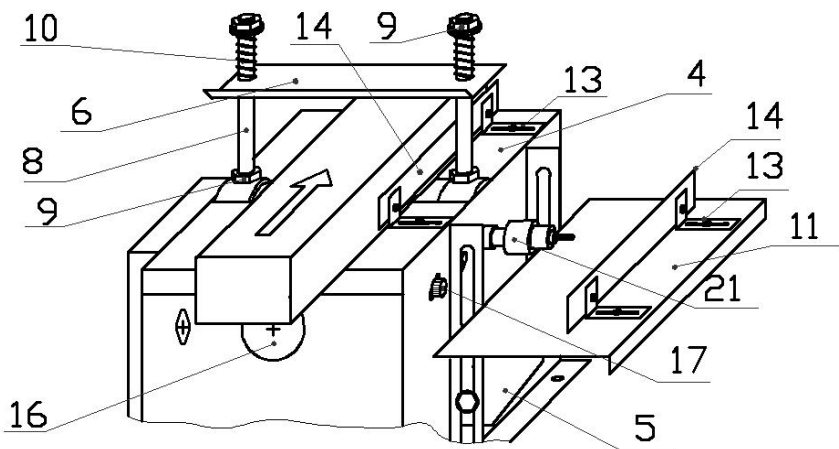
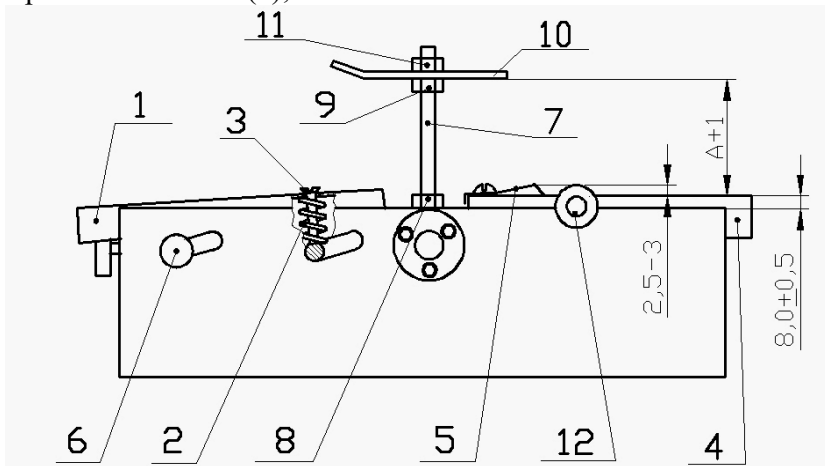
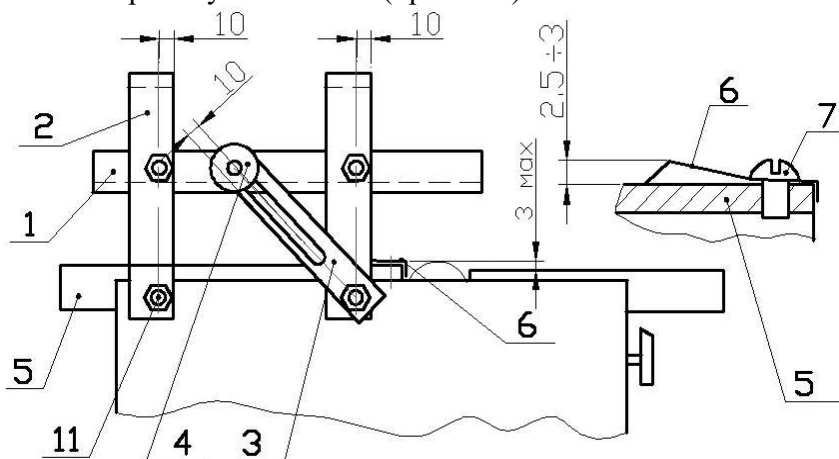

Рис. 6
Рис. 3
Рис. 4
4.3. Рейсмусное и концевое фрезерование, сверление. (Рис.6)
- Навернуть на конец вала сверлильный патрон (21);
- Установить на боковые уголки под валом кронштейны пыльного стола (5), пыльный стол (11), регулировочные уголки (13) и линейку (14). Отрегулировать необходимый размер обработки;
- Подавать материал при концевом фрезеровании и сверлении на конец сверла, при рейсмусном фрезеровании – между столом и фрезой вдоль направляющей линейки (14) не перегружая инструмент во избежание изгиба вала. **Внимание:** Вылет тела фрезы из патрона не должен превышать 30мм! Глубина резания – не более 15мм.
4.4. Пиление продольное, поперечное, под углом. (Рис.3, 7, 8, 9)
- Закрутить вниз винты (3) и подать штурвалом передний стол (1) в крайне верхнее положение, установив его выше заднего стола (4) на 2-3 мм (Рис.3);
В случае острой необходимости проведения обычного строгания на моделях Р и Р2 необходимо (см. Рис.3):
- Для моделей Р - снять пружинную пластину (5);
- Для моделей Р2 - снять подающий вал (12) с заднего стола (4) (если он установлен), для чего:
- разкрепить 4 болта крепления заднего стола к стенкам корпуса и снять задний стол (4);
- вынуть из стенок корпуса подающий вал (12) вместе с опорами;
- установить передний стол (1) штурвалом в крайне нижнее положение и зажать регулировочные винты (3);
- установить задний стол (4) на место параллельно стенкам корпуса в соответствии с размерами на Рис.3. При этом передний стол (1) должен иметь небольшой подъем ($1 \div 1,5$ мм) по отношению к заднему столу;
- Установить на задний стол (поз.4 на Рис.6) регулировочные уголки (13) и направляющую линейку (14) (при строгании под углом – дополнительно установить угловую линейку);
- Ввернуть шпильки (8) в опоры вала, и, не доводя до подшипников, законтрить их гайками (9), навернуть на шпильки гайки, одеть прижим (6), шайбы, пружины (10). Отрегулировать прижим (6) на требуемую высоту (на 5-10 мм меньше толщины материала) и поджать пружины гайками (9);
- Регулировку глубины строгания производить вращением штурвала (16), после чего фиксировать положение стола контрольным винтом (17) с правой стороны станка.
- Производить обработку, подавая материал вдоль направляющей линейки (14) «по волокну» материала, исключая подрыв материала;
При дальнейшем рейсмусовании – установить на место подающий вал или пружинную пластину и отрегулировать стол по Рис.3.
Операции, выполняемые на станке, показаны на Рис.3÷12. Стрелками указано направление движения режущего инструмента и подача.
4.1. Рейсмусование. (Рис. 3). (для всех модификаций Р)
- Проверить выставление ножей на 1,0 мм выше кромки заднего стола (4) и проворачиваемость строгального вала;
- Зажать (закрутить вниз) регулировочные винты (3);
- Установить передний стол (1) на 2 мм ниже заднего стола (4) штурвалом подачи переднего стола, после чего фиксировать положение стола контрольным винтом (6) с правой стороны станка;
- Отпустить винты (3) на 5 мм вверх и проверить подвижность переднего стола вверх и вниз под действием пружин (2) нажатием руки; в случае необходимости подрегулировать размер винтами (3);
- Ввернуть в опоры вала шпильки (7) и, не доводя до подшипников, законтрить их гайками (8);
- Навернуть на шпильки (7) опорные гайки (9), надеть на шпильки прижим (10) и закрепить его шайбами и гайками (11), выдерживая размер обработки $A+1$, где A – необходимый размер обработки; **Пружины на шпильки не устанавливать!**
- В случае применения устройства быстрой регулировки размера рейсмусования (УБР) (для модификаций К), установите его в соответствии с Инструкцией по сборке УБР и Рис.4.
- Положите на передний стол обрабатываемый материал и прижмите его рейсмусным столом (1) УБР, после чего затяните гайки (4) крепления рейсмусного стола;
- При необходимости подрегулируйте размер рейсмусования, перемещая рейсмусный стол УБР (поз.1 на Рис.4) или прижим (поз.10 на Рис.3) вниз или вверх.
В модификации P2: Пружинная пластина (5 на Рис.3; 6 на Рис.4) не устанавливается. В случае проскальзывания доски по обрешиненному валу (12 на Рис.3) следует опустить ножи ниже от плоскости заднего стола (4 на Рис.3), а, при тугом вращении вала, соответственно, поднять ножи выше.